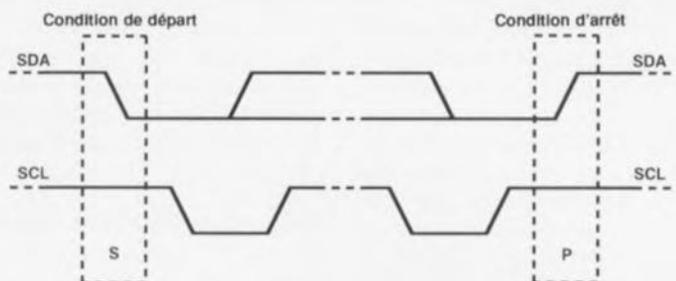

Figure 2. Conditions de départ et d'arrêt du protocole reconnu par le bus I2C.
– En fin de processus (émission ou réception) le maître peut libérer le bus par l'établissement d'une condition d'arrêt. Si le maître veut poursuivre la communication, il pourra, générer une nouvelle condition de départ plutôt que la condition d'arrêt évoquée. Cette nouvelle condition de départ constitue bien entendu une répétition d'où son appellation anglaise de "repeated start". On peut utiliser cette technique en vue d'adresser un autre circuit intégré ou de modifier le niveau du bit  $R/\bar{W}$ . Le chronodiagramme de la figure 2 illustre les conditions de départ et d'arrêt.
L'examen du synoptique représentant la structure interne du contrôleur et illustré en figure 2, permet l'identification d'un certain nombre de blocs fonctionnels: